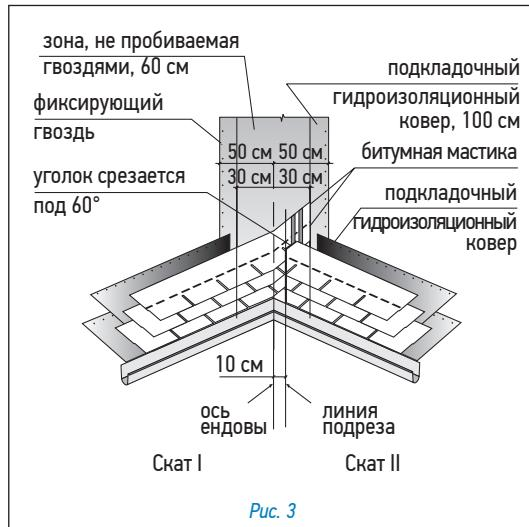

Рис. 3
Ендова (рис. 3)
- лист, подходящий к ендove со ската II, должен доходить до линии подрезки и обрезаться по ней. Верхний уголок обрезанного края листа подрезается под углом 60° (5 × 3 см — рис. 3);
• лист, подходящий к ендове со ската II, должен доходить до линии подрезки и обрезаться по ней. Верхний уголок обрезанного края листа подрезается под углом 60° (5 × 3 см — рис. 3);
- лист, подходящий к ендове со ската II, должен доходить до линии подрезки и обрезаться по ней. Верхний уголок обрезанного края листа подрезается под углом 60° (5 × 3 см — рис. 3);